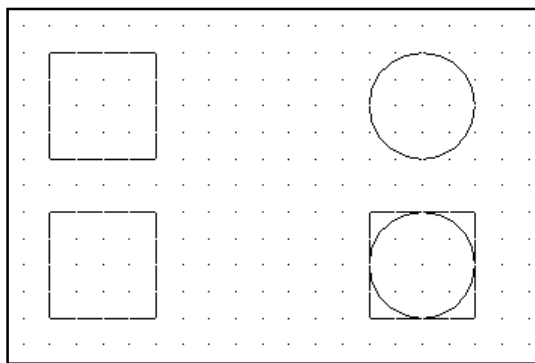

Рис. 2.
4. Вызовите команду *Стереть*. Выделите средний квадрат в нижнем ряду с помощью рамки, а равносторонний треугольник сверху с помощью текущей рамки. Для этого поместите квадратный маркер в область чертежа так, чтобы он не пересекал ни один объект, и выполните щелчок мышью. Этим вы обозначите угол рамки выбора. Переместите мышь вправо, и вы сформируете рамку. Выполните щелчок для фиксации второго угла рамки. Если перемещать мышь влево, сформируется текущая рамка. Удалите объекты, нажав клавишу <Enter> (см. Рис. 2). Затем с помощью команды *Ой* восстановите объекты.